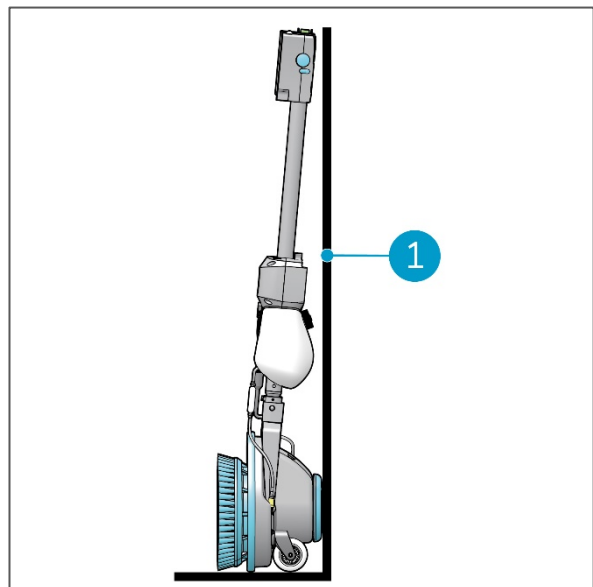

Figura 27
3. Conservare i-scrub vicino a una parete (Figura 27, pos 1) con il manico rivolto verso la parete e la spazzola rivolta dal lato opposto.